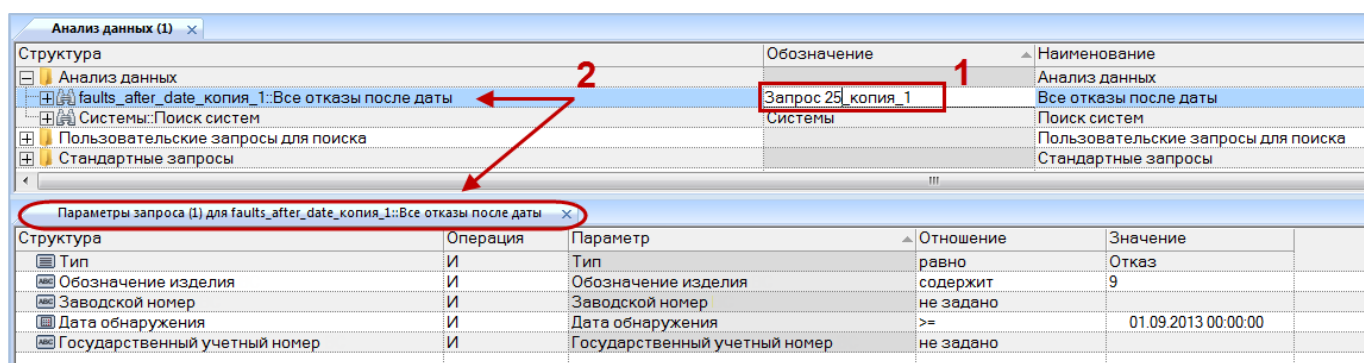

Рис. 7-15 – Создана копия запроса
3) Будет создан новый запрос. Поле «Обозначение» для него открывается на редактирование (1 на рис. 7-15). Поле «Дата создания» запроса заполняется текущей датой. Остальные поля заполняются данными исходного запроса.
- 4) Параметры исходного запроса копируются в новый запрос (2 на рис. 7-15).